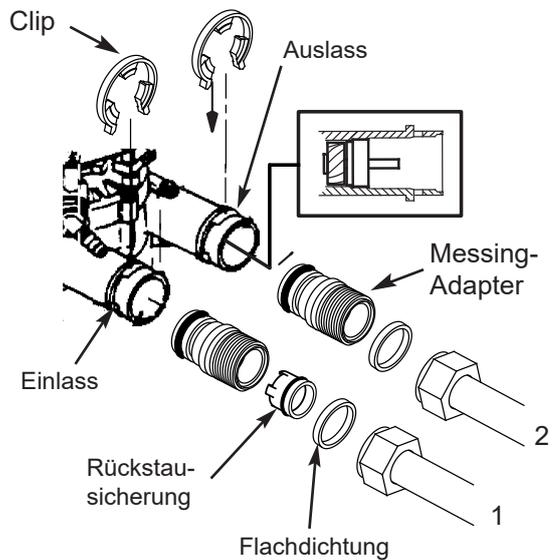

Abb. 12
5. Verbinden Sie die Messing-Adapter mit den flexiblen Schläuchen (siehe Abb. 12).
Die erforderliche Rückstausicherung ist bereits in einem der Messing-Adapter eingesetzt. Bitte stellen Sie sicher, dass dieser Adapter in den Einlass des Steuerkopfes eingesetzt wird (Abb. 12).